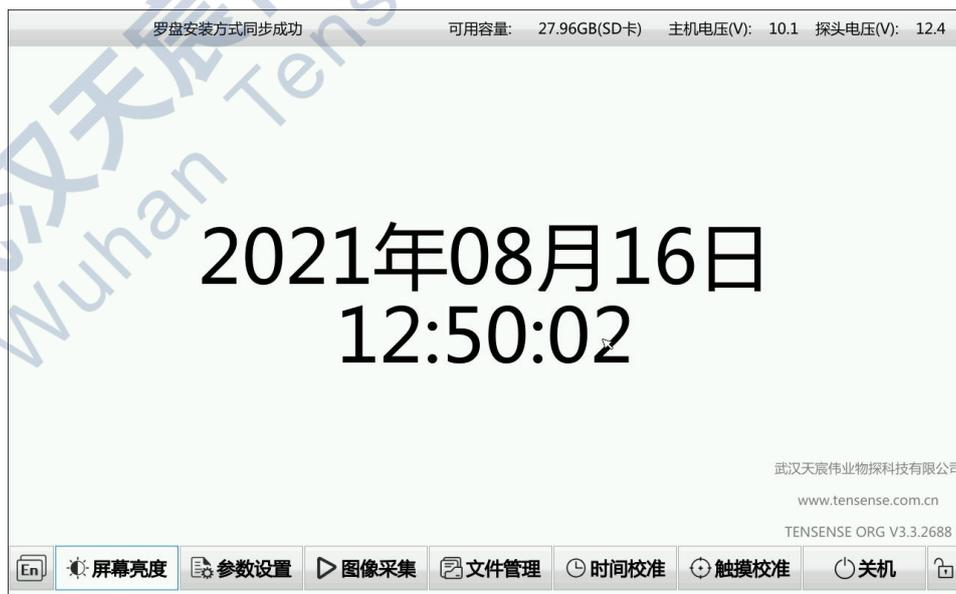
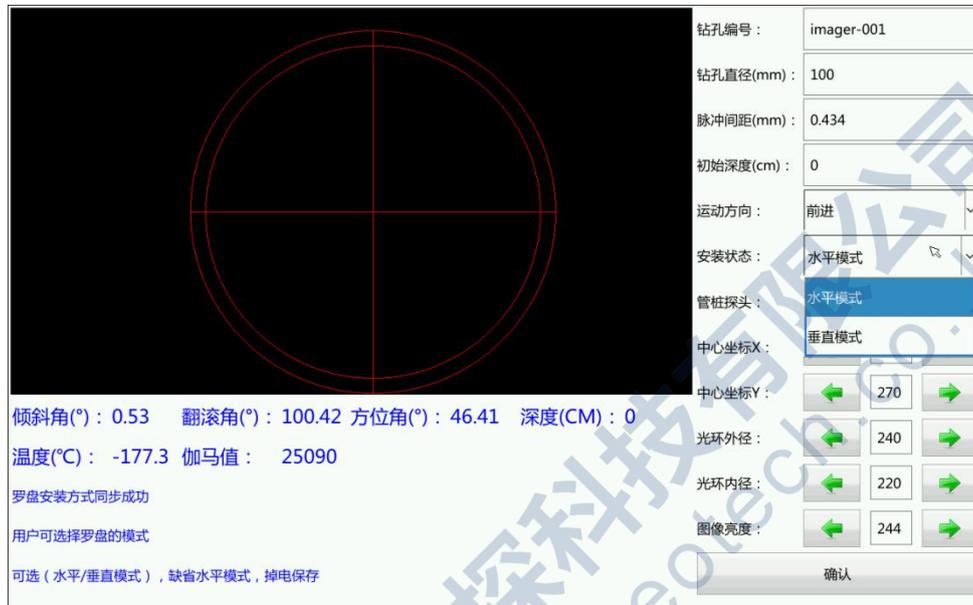

图2-4 电压与存储空间检查界面
图2-5 检测罗盘信号
- 2) 将主机与线架连接，打开主机电源，进入图2-4界面，查看主机电压、探头电压、主机可用存储空间等信息。主机和探头正常工作电压为 12V 以上，电压低于 11.1V，应立即充电。新电池充满电后，主机和探头电压在 12.6V 左右，连续工作时间在 6 小时以上。
在图2-4中点击“参数设置”，进入图2-5所示界面，若主机能显示罗盘三个参数倾斜角、翻滚角、方位角值，则说明仪器能检测到罗盘信号，否则罗盘角度显示位置无罗盘参数显示。